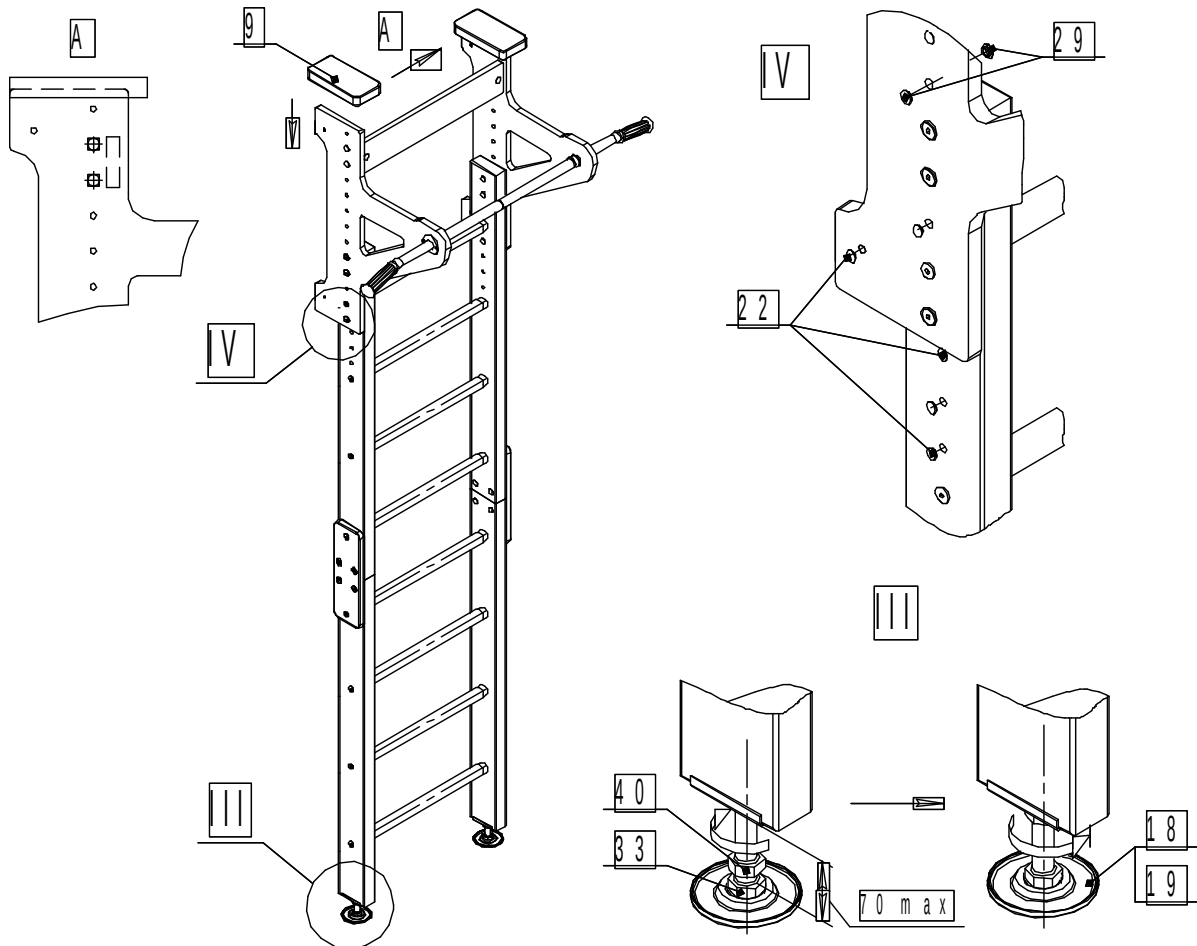

Рис.7
- VII. На открытые отверстия установить заглушки поз.22; поз.29(см. рис.7; IV).